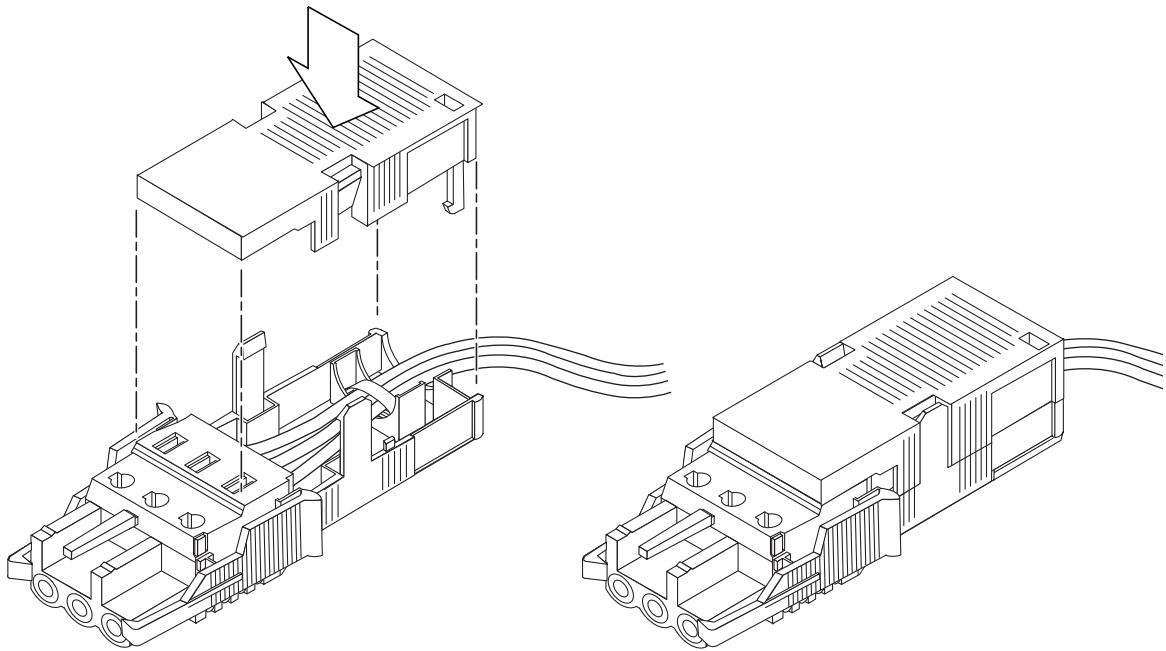

图 3-9 装配减缓应变外罩
5. 调整减缓应变外罩的上部位置，使上部的三个尖头插入 DC 连接器上的孔中，并将它们推压到一起，直到它们咬合到位（请参见图 3-9）。